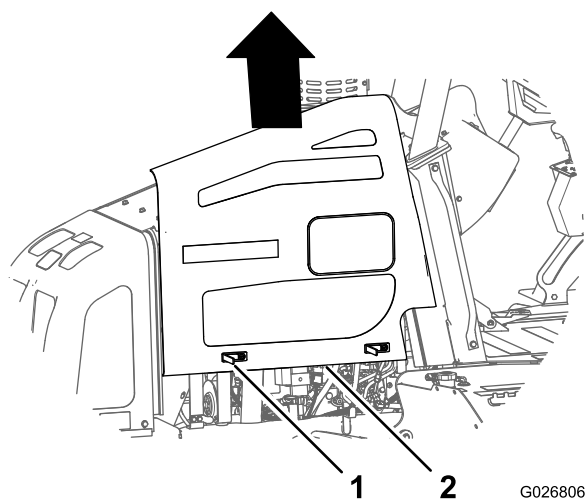

Figura 66
4. Sollevate il pannello verso l'alto ed estraetelo dalla macchina (Figura 66).